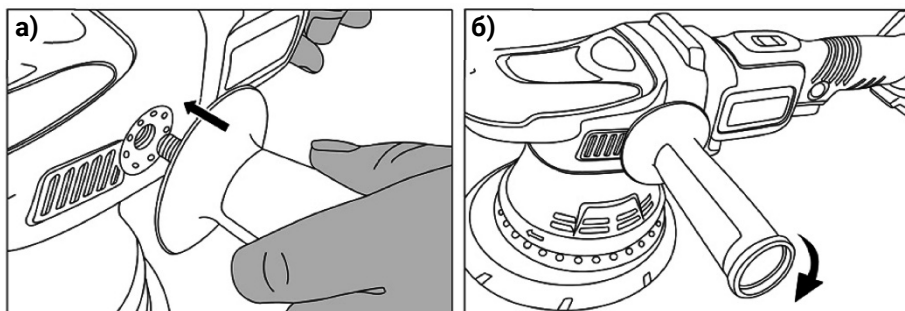

Рисунок 3. Встановлення консольного руків'я.
- 2) вставити (рис. 3а) та викрутити (рис. 3б) у отвір для встановлення руків'я на корпусі виробу кріплення консольного допоміжного руків'я.